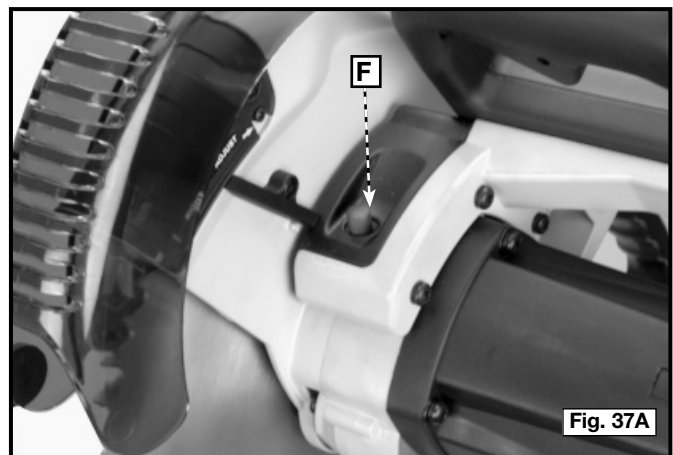

Fig. 37A
4. Enfoncer le bouton de verrouillage de la broche (C, figure 37A) tout en tournant la lame de scie manuellement de manière à engager le dispositif de verrouillage.
5. Maintenir le bouton enfoncé et utiliser la clé fournie pour desserrer la vis (D) de la lame. (Tourner dans le sens horaire, filets inversés)
6. Enlever la vis (D) de la lame, la rondelle de bride de fixation extérieure (E) et la lame. L'adaptateur de lame de 25,4 mm (1 po), si utilisé, et la rondelle de bride de fixation intérieure peuvent être laissés sur la broche.
4. Poser la vis de la lame et, tout en engageant le bouton de verrouillage de la broche (F, figure 37A), serrer fermement la vis avec la clé fournie. (Tourner dans le sens antihoraire, filets inversés.)